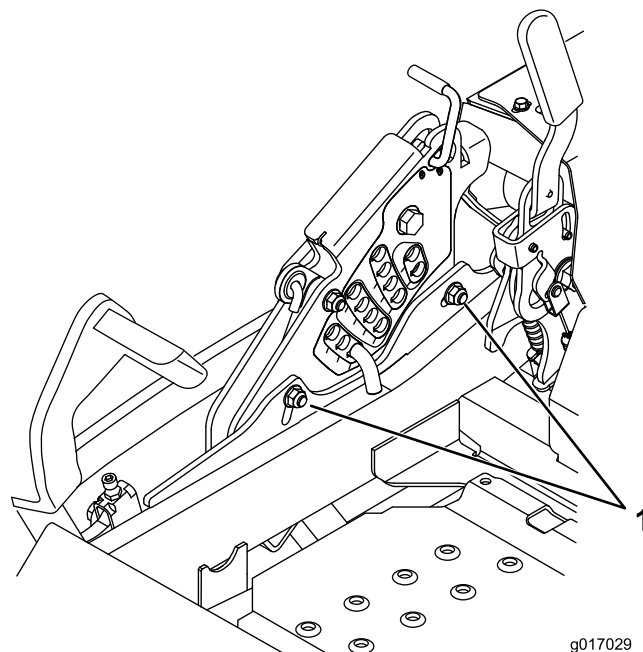

Figura 94
- Per agire sull'impianto di regolazione da un punto unico, allentate i due bulloni alla base della piastra dell'altezza di taglio. Vedere Figura 94.
- Serrate i due bulloni alla base della piastra dell'altezza di taglio (Figura 94). Serrate a 37-45 Nm.